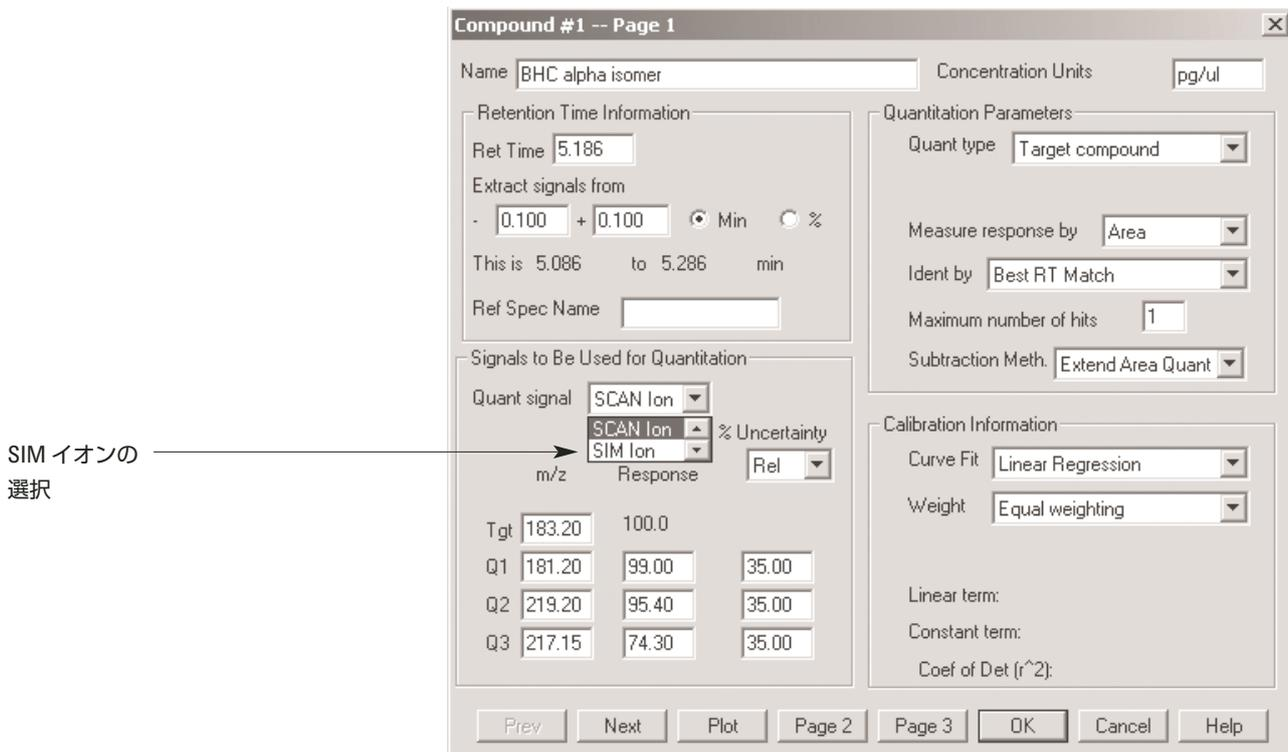

図 5. SIM/Scan の化合物定量データベース
5. 次のパネルでは、データベースの定量に使用するシグナルを尋ねられます。ターゲットオプションとして常に SIM シグナルを選択する必要があります。これは、データベースで SIM データファイルを使用することにより、キャリブレーションテーブルを作成し、定量データを生成することを意味します (図 5)。